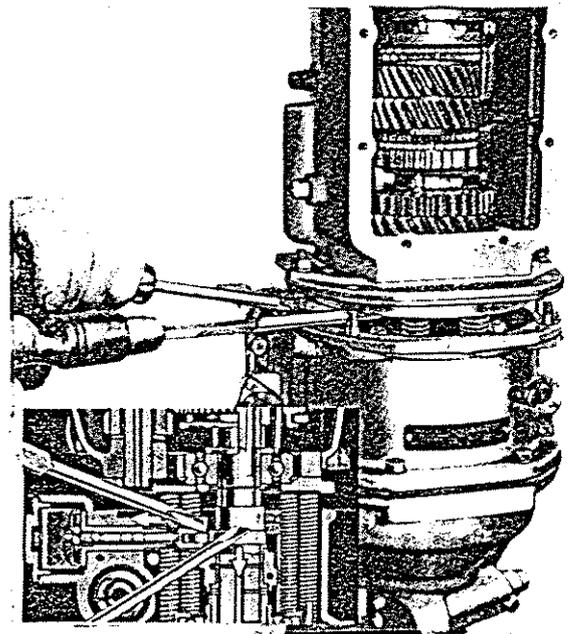

Fig. 4. Assembling the gearbox to the overdrive unit
4. Mit einem Schraubenzieher den hydraulischen Pumpenkolben herunterdrücken und mit einem zweiten Schraubenzieher den Nocken in Ausrichtung mit der Kolbenwalze bringen, Pumpenkolben mit der Nockenoberfläche so verbinden, wie es auf Abb.4 gezeigt wird.